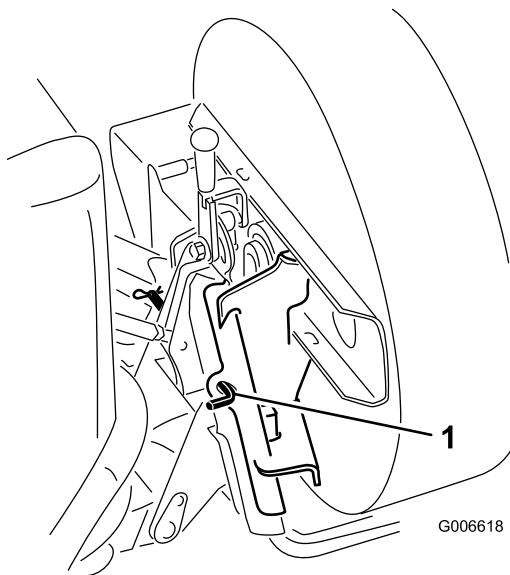

Figura 5
- Insira o pino de bloqueio através dos adaptadores e prenda com um contrapino de gancho (Figura 5).